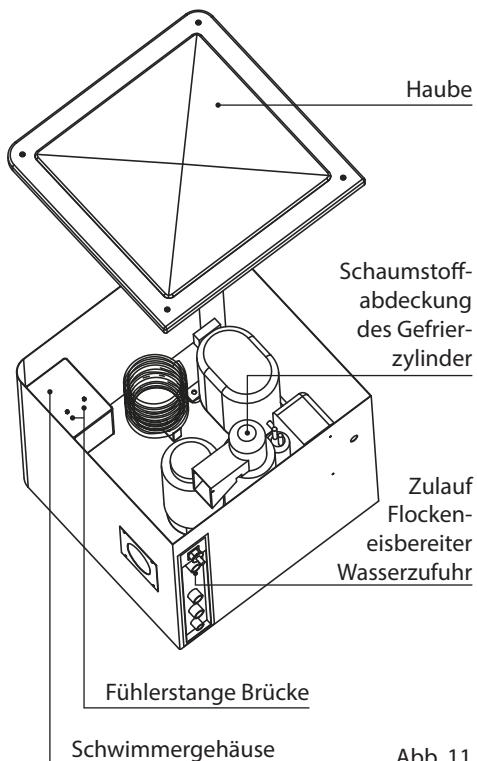

Abb. 11
- Die Klebestreifen vom Schwimmergehäuse abziehen (falls noch vorhanden) und den Tankdeckel öffnen (Abb. 11).
- Die Klebestreife vom Schwimmergehäuse abziehen und den Tankdeckel öffnen (Abb. 11).